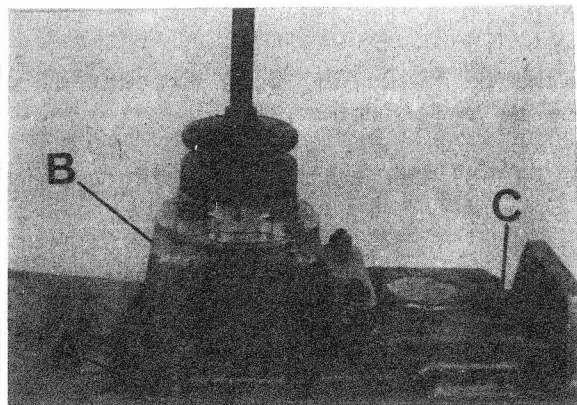

Fig. C1-66 Desmontaje tapa de ejes y horquillas selectoras
- 1.2. Desmontar los elementos de fijación, A (Fig. C1-66) de la tapa, B, donde se alojan los ejes y horquillas selectoras.
- 1.3. Extraer el conjunto tapa porta horquillas y desmontarle el tapón, C, (Fig. C1-66) o interruptor de marcha atrás (vehículos especiales).
- 2.3. Fijar el conjunto con sus elementos, A (Fig. C1-66), dándole un par de apriete - de 2 á 2,5 mkg.
- 2.4. Montar el tapón, C (Fig. C1-66) o interruptor de marcha atrás en su caso.